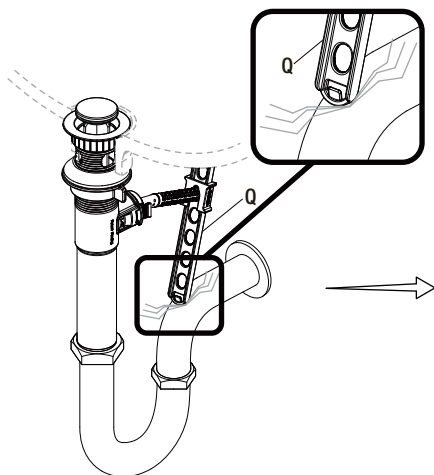

Fig. 1
- Si la sangle de la tige de tirage (Q) gêne votre installation, comme illustré sur la Fig. 1, la sangle de la tige de levage (Q) peut être raccourcie.